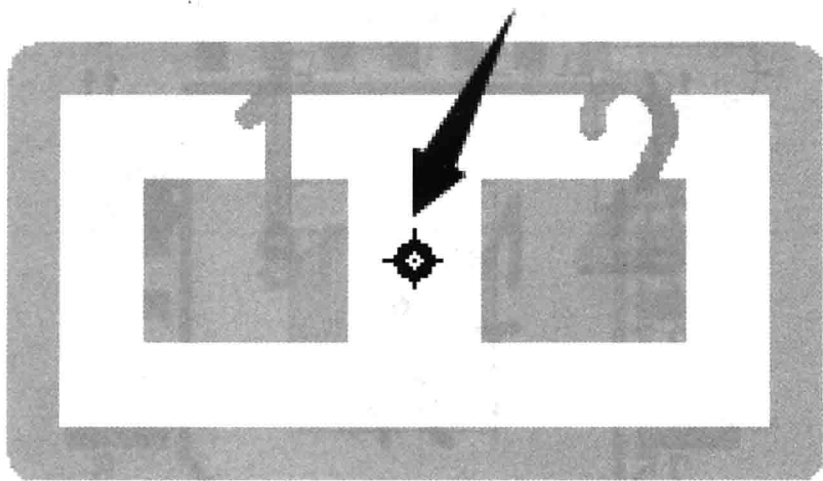

图 4-92 SMD 器件封装的原点应设置在器件中心
(3) SMD 器件封装的原点应设置在器件中心，如图 4-92 所示。